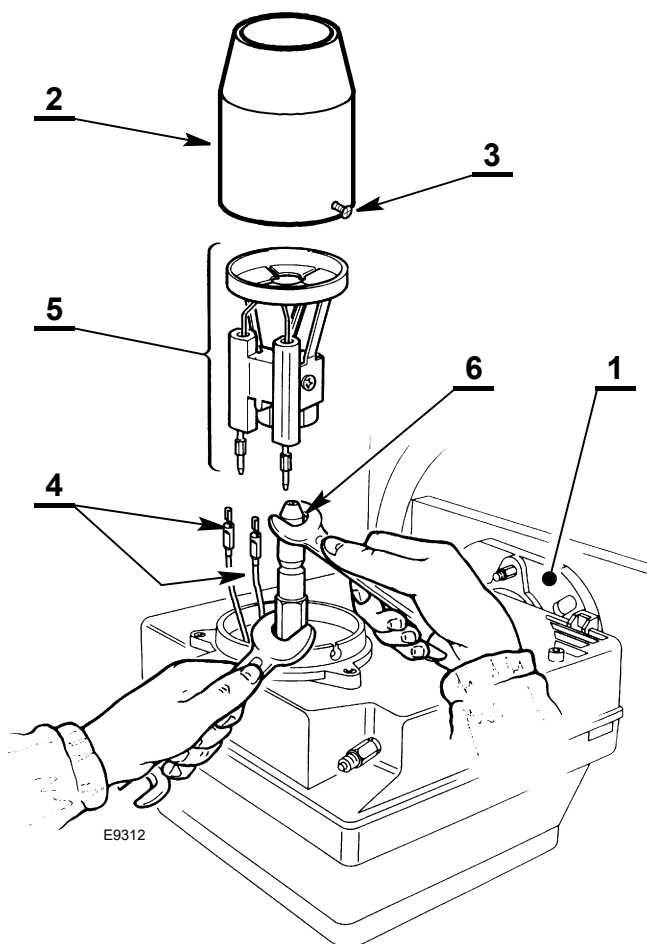

Fig. 12
- Agganciare il bruciatore alla flangia 1)(Fig. 12), allentare le viti 3) quindi sfilare il boccaglio 2).
- Sostituire e avvitare correttamente l'ugello 6) stringendolo come mostrato in Fig. 12.